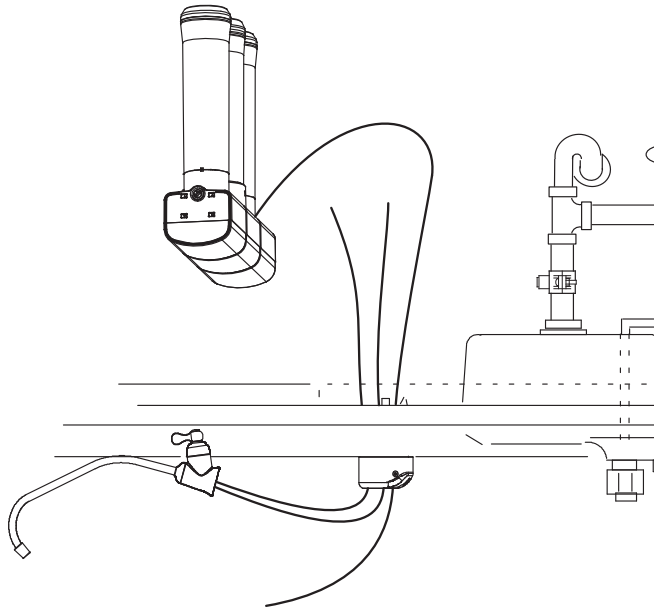

FIG. 15
4. Encuentre el cuerpo del grifo. (Los tubos negro y azul ya están conectados al grifo.) Inserte estos tubos en el orificio del fregadero hasta que aproximadamente 1 pie de tramo del tubo y el cuerpo del grifo queden sobre la superficie de la encimera. No doble los tubos en el proceso. Vea la Fig. 15.